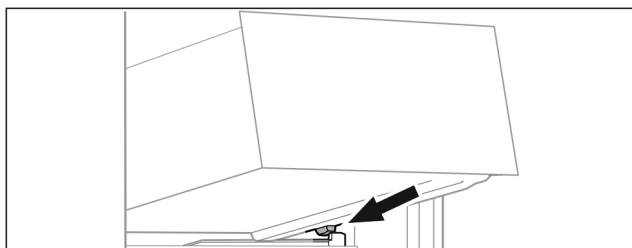

Fig. 97
- Nasadíte zásuvku šikmo za zarážky na žebrovaní na nádobu. (viz Fig. 97)